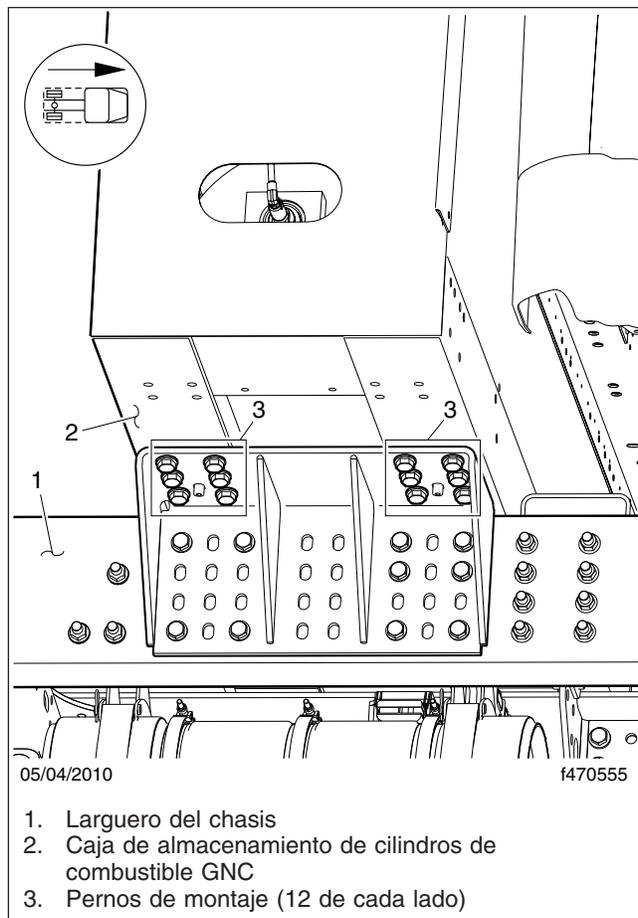

Figura 11, Soporte de montaje de la caja de almacenamiento de cilindros de combustible (lado del pasajero)
3. Asegúrese de que la caja de almacenamiento de los cilindros de combustible estén sujetos al chasis. Haga una inspección para ver si hay algún indicio de holgura. Si es necesario, apriete los pernos de montaje de la caja de almacenamiento a 160 lbf·ft (217 N·m). Vea la Figura 11.
- NOTA: Durante la inspección inicial de preentrega (PDI), apriete los pernos de montaje de la caja de almacenamiento (que se muestran en la Figura 11) a 180 lbf·ft (244 N·m).